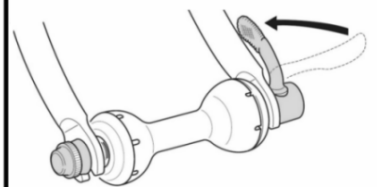

Bild 32
- Exzenterhebel um 90° schwenken. Er sollte parallel zu Gabelbein oder Unterstrebe verlaufen, **Bild 32**.